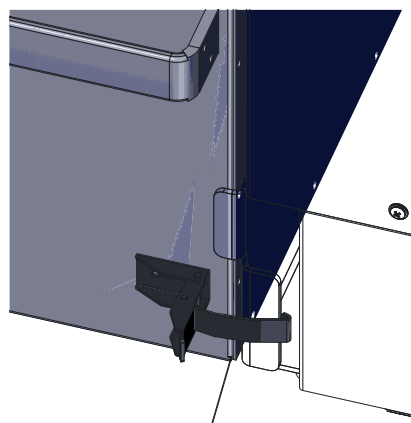

Fig. 125 Chiudere la chiusura a staffa di fissaggio
- ▶ Chiudere la chiusura a staffa di fissaggio – Fig. 125.